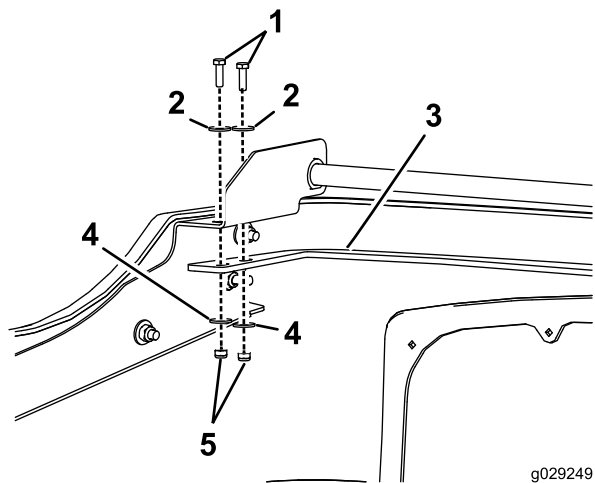

**Rysunek 6**
9. Aby zamocować płyty zaciskowe, odkręć nakrętki elementu mocującego dużej głowicy i wsuń 2 podkładki gumowe pod tylny punkt montażowy (Rysunek 4) oraz 3 podkładki gumowe pod przedni punkt montażowy (Rysunek 5). Następnie wsuń śruby podsadzane od zewnątrz pokrywy silnika (Rysunek 6) i zamocuj je, używając dostarczonych nakrętek i podkładek. Dokręcaj 2 nakrętki na każdej płycie zaciskowej, aż współpracujące powierzchnie między podkładkami i wspornikiem zawiasu znajdą się na tej samej płaszczyźnie. Gdy są one wyrównane, dokręć nakrętkę o jeden końcowy pełny obrót (360 stopni).